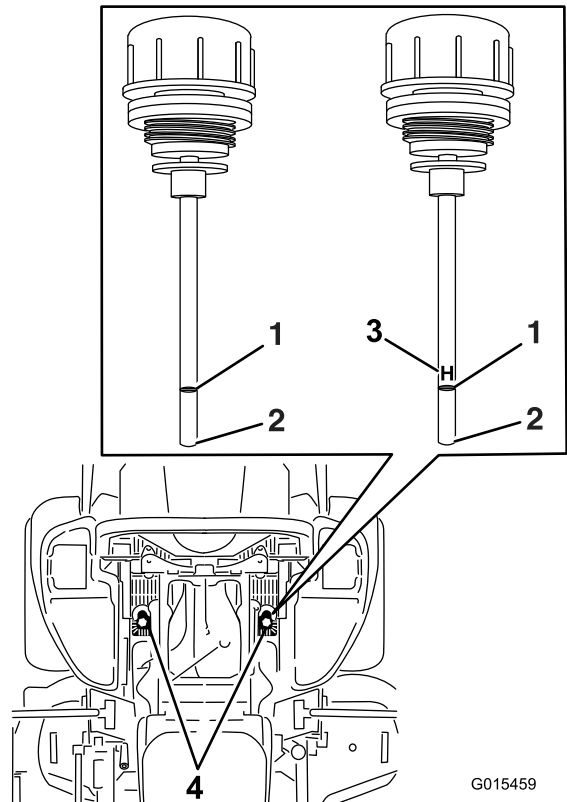

Figure 84
6. Nettoyez la surface autour des jauges des réservoirs du système hydraulique (Figure 84).
7. Sortez une jauge du réservoir hydraulique (Figure 84).
9. Ressortez la jauge et examinez l'extrémité (Figure 84). Si le niveau d'huile est au repère MINIMUM, versez lentement la quantité d'huile qui convient dans le réservoir hydraulique pour faire monter le niveau jusqu'au repère MAXIMUM ou H.